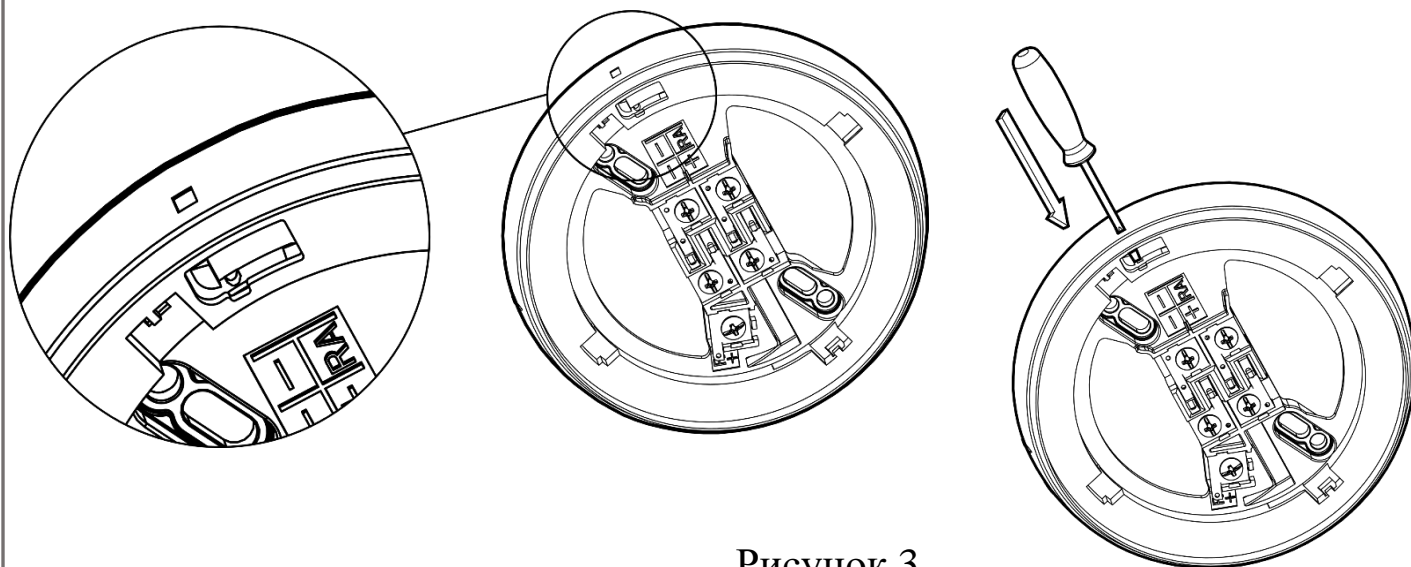

Рисунок 3
5.5 В конструкции базы предусмотрена возможность защиты от несанкционированного отсоединения извещателя. При удалении предохранительного выступа в базе (см. Рисунок 3) извещатель будет невозможно снять без дополнительных инструментов.